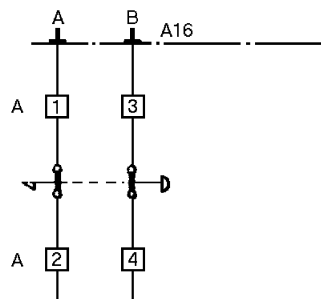

Fig 11
- Arrêt d'urgence externe, voir fig 11 à la page 47.